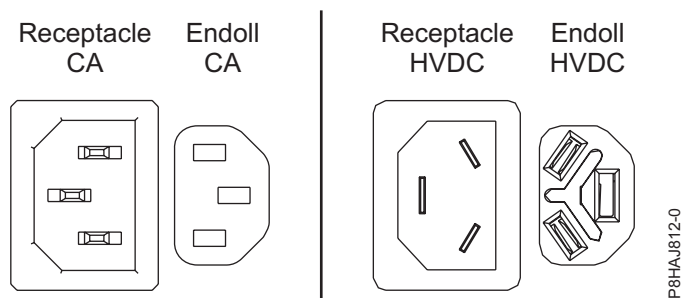
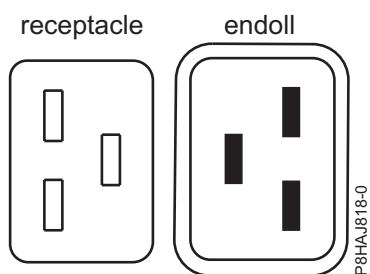
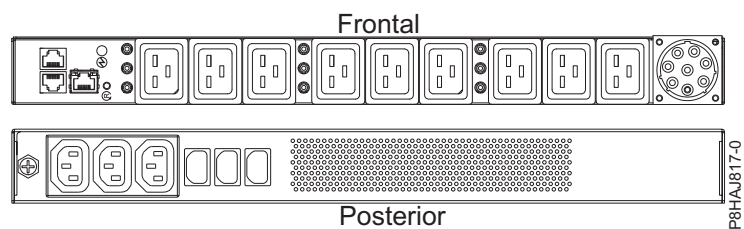

Figura 27. Connectors de CA i d'HVDC
Figura 28. Connectors per al sistema 8408-44E
Figura 29. PDU per al sistema 8408-44E
A la Figura 27 a la pàgina 50 es mostren els connectors admesos de corrent alternativa (CA) i de corrent directa d'alt voltatge (HVDC). A la Figura 28 a la pàgina 50 i a la Figura 29 a la pàgina 50 es mostren els connectors admesos i la unitat de distribució d'alimentació (PDU) per al model 8408-44E.